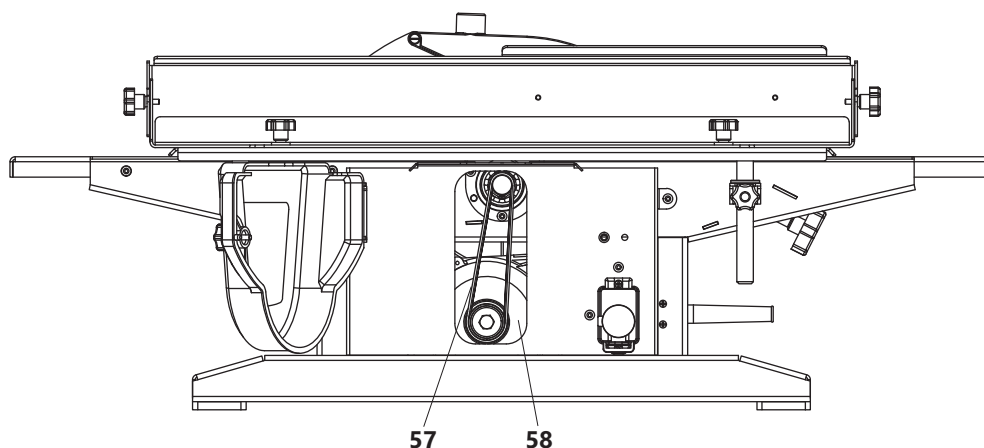

Рисунок 15. Установка приводного ремня
- ослабить натяжение ремня 57 (рис. 15), отжав двигатель 58 вверх, либо сняв пружину натяжения;